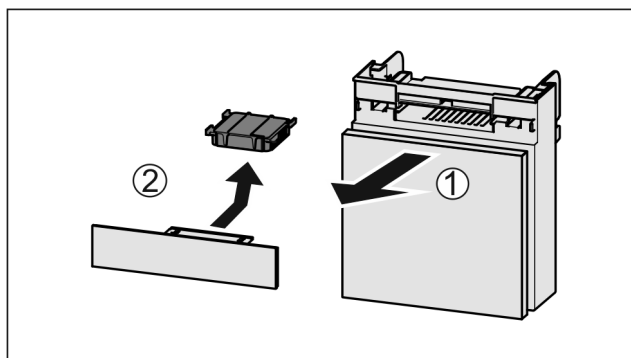

Fig. 148
- ▶ Zásuvku vytáhněte dopředu Fig. 148 (1).
- ▶ Filtr s aktivním uhlím vyjmete Fig. 148 (2).